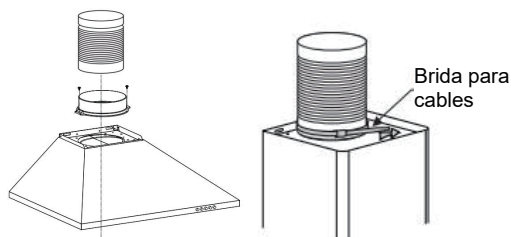

Imagen 3
5. Instale la salida de aire en la campana extractora con 2 tornillos y la tubería de expansión con una brida para cables. Consulte la imagen 3. **Nota: La tubería de expansión no está incluida con el producto.**